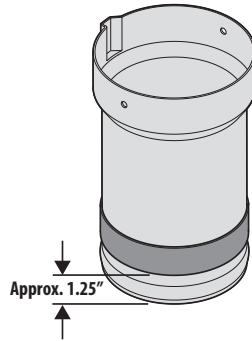

Figura 22
3. Aplique una tira adhesiva de goma ancha (735-05020), sobre el tubo de extensión del canal, a aproximadamente 1.25 pulgadas del borde angosto del tubo de extensión, que debería estar aproximadamente a un cuarto de pulgada sobre el reborde del extremo angosto del tubo de extensión, como se indica en la Figura 22.